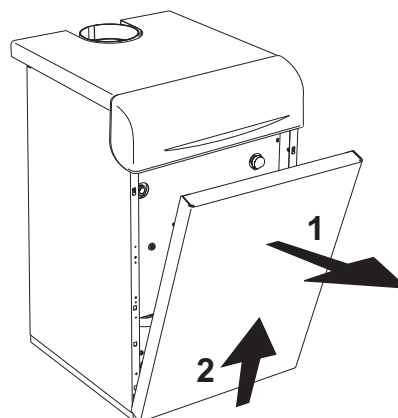

рис. 94 - Открытие лицевой панели
Для открытия передней панели котла следуйте указаниям, приведенным в рис. 94.
- Снимите лицевую панель котла (рис. 94)